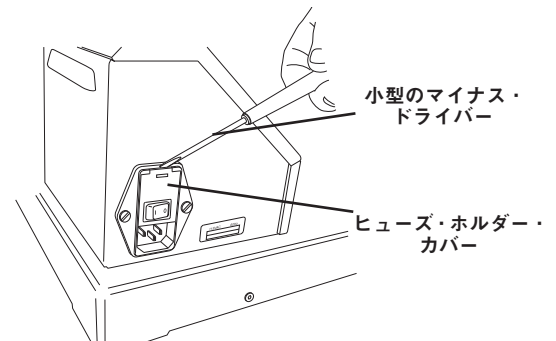

図19
1. 加工機の電源を必ず切り、電源コードを抜きます。ヒューズ・ホルダーの場所を確認します (電源コードのコンセントと一体になっています)。(図 19 参照)
2. 小型のマイナス・ドライバーで、ヒューズ・ホルダー・カバーを慎重に開けます。(図 19 参照)